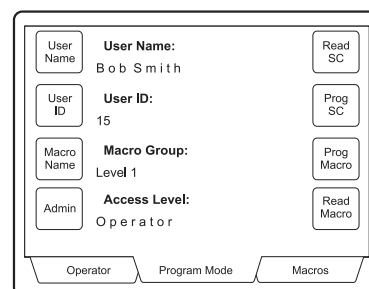

Figure 6: Lecture d'une carte à puce
3. Le message « Please Replace Smart Card » (Insérer la carte à puce) s'affiche sur l'écran du clavier. Insérez la carte à puce qui doit être lue. Le message affiché à l'écran change pour indiquer les détails de la nouvelle carte à puce—figure 6.